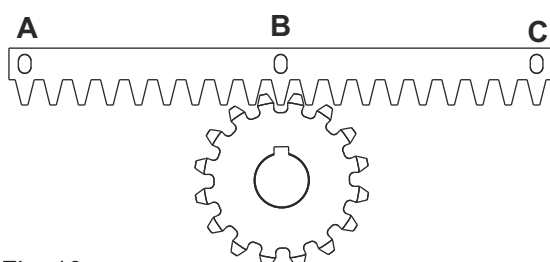
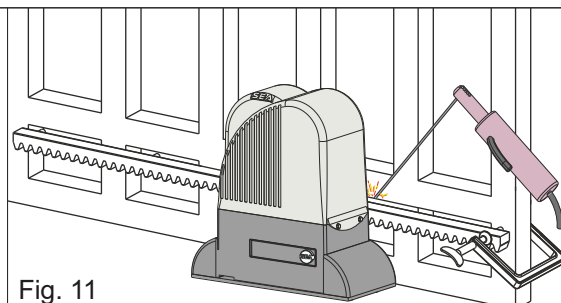

Fig. 10
Fig. 11
5.3. Placer l'élément de crémaillère sur le pignon denté de l'opérateur de façon qu'il soit parallèle à la guide de coulissement au sol; le positionner comme sur la Fig. 10 et souder électriquement le cliquet central **B** à la structure du portail - Fig. 11. Déplacer manuellement le portail jusqu'à ce que le cliquet **C** soit correspondant au pignon, donc le souder électriquement. Effectuer la même opération pour le cliquet **A** après l'avoir mis en correspondance avec le pignon;